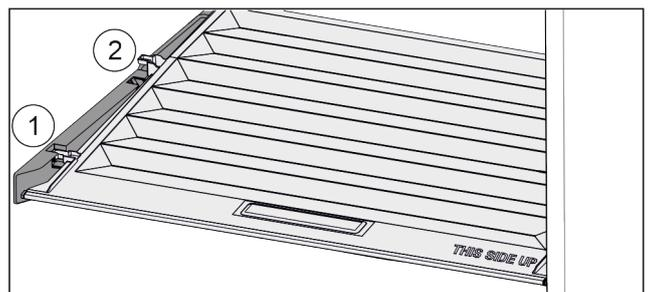

Fig. 54
- ▶ Deksel tot de opening in de vasthouddelen naar voren trekken Fig. 54 (1).
- ▶ Aan de achterkant vanaf de onderkant omhoog tillen en vanaf de bovenkant verwijderen Fig. 54 (2).